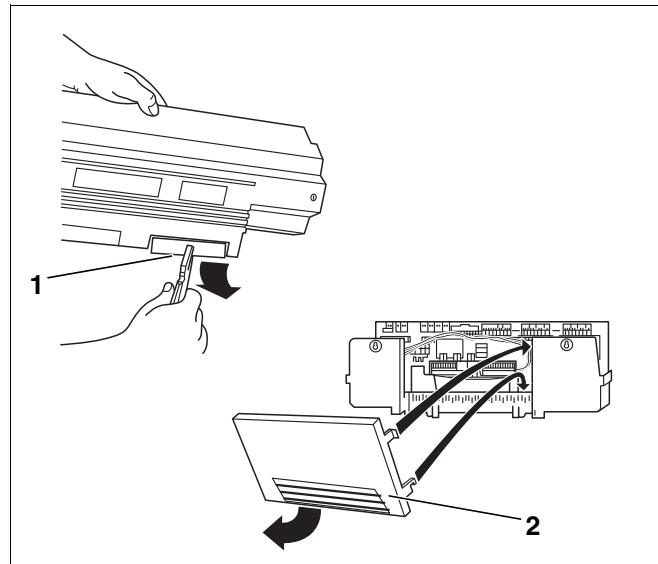

Рис. 44 Подготовка кабельного прохода
- При необходимости выломать заглушки (рис. 44, **поз. 1**) в задней стенке кабельного канала (Logamatic 33..) или снять часть задней стенки (Logamatic 43..) (рис. 44, **поз. 2**).
- Вставить нижние крюки задней стенки (Logamatic 43..) в рамку и нажать на нее сверху до фиксирования боковых крюков (рис. 44, **поз. 2**).